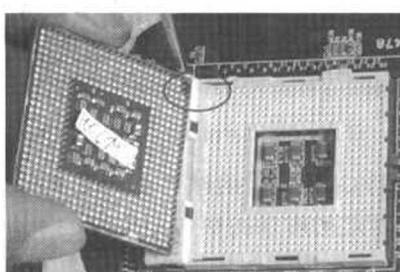

图 1-12 CPU 的针脚缺口与主板 CPU 插槽上的缺口相对应
- ⑤ 将 Intel CPU 放入 CPU 插槽中，在安装时要把 CPU 针脚缺口与主板 CPU 插槽上的缺口相对应，如图 1-12 所示。